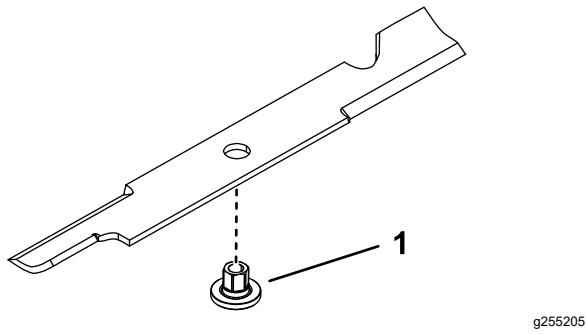

Рисунок 73
1. Вставьте втулку через отверстие в ноже так, чтобы фланец втулки был на нижней (обращенной к травянистому покрову) стороне ножа (Рисунок 73).